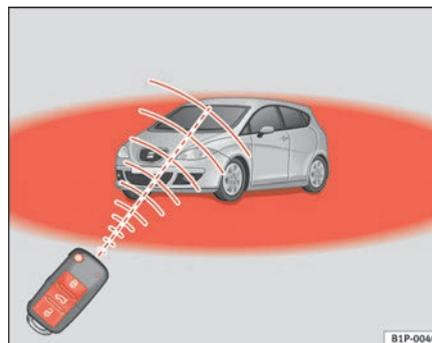

Fig. 64 Périmètre d'action de la radiocommande
- La radiocommande fonctionne uniquement lorsque vous vous trouvez dans le périmètre d'action ⇒ page 106, fig. 64 (zone rouge).
- Lorsque vous déverrouillez le véhicule avec la touche  ① et que vous n'ouvrez ni porte ni capot de coffre dans les 30 secondes suivantes, le véhicule se verrouille à nouveau automatiquement. Cette fonction empêche que